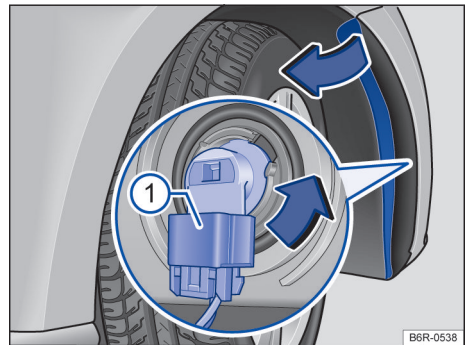

Fig. 112 Substituir a lâmpada incandescente do farol.
6. Retirar o conector de alimentação da lâmpada → Fig. 112 (1), pressionar, ao mesmo tempo, a trava de fixação do conector.
7. Girar o soquete da lâmpada → Fig. 112, no sentido anti-horário da seta até o batente, e desencaixá-lo do alojamento.
12. Encaixar o conector de alimentação → Fig. 112 (1) no soquete da lâmpada. O conector precisa encaixar audivelmente.